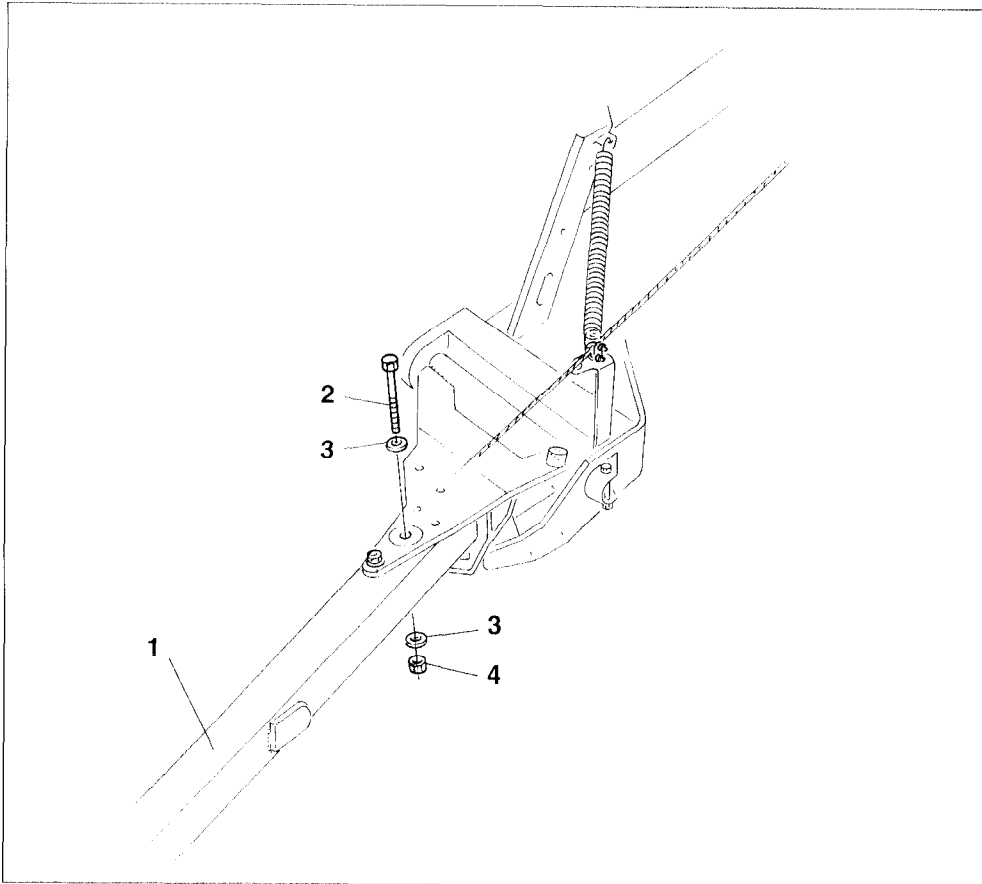

Fig. 10.16
Trifft der Spuranreißer während der Arbeit auf ein Hindernis, kann der Spuranreißer-Ausleger (Fig. 10.16/1) dem Hindernis nach hinten ausweichen. Dabei schert eine Skt.-Schraube ab. Nach dem Abscheren ist der Spuranreißerausleger (Fig. 10.16/1) wieder anzuschrauben mit
- einer Skt.-Schraube M 10 x 110, 8.8 DIN 931 (Fig. 10.16/2),
- zwei Scheiben 10,5 x 30 x 2,5 DIN 9021 (Fig. 10.16/3) und
- einer Sicherungsmutter M10, 8 DIN 980V (Fig. 10.16/4).